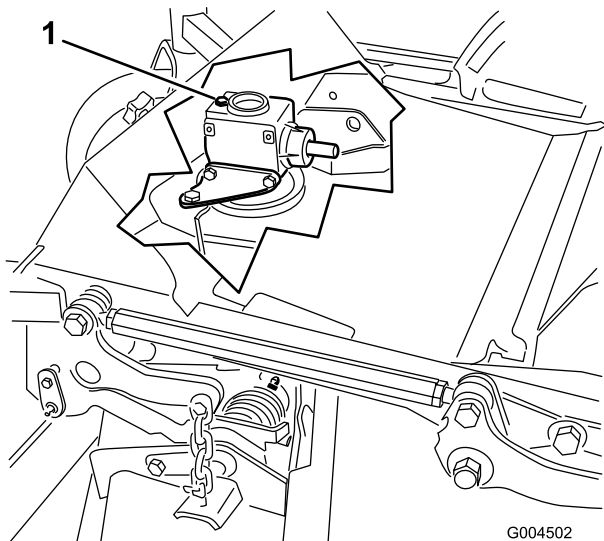

Bild 41
6. Nehmen Sie den Ölpeilstab bzw. die Ablassschraube oben am Getriebe ab (Bild 41) und stellen Sie sicher, dass der Schmiermittelstand zwischen den Marken am Peilstab liegt.
6. Nehmen Sie den Peilstab bzw. die Ablassschraube von der Oberseite des Getriebes ab (Bild 41).